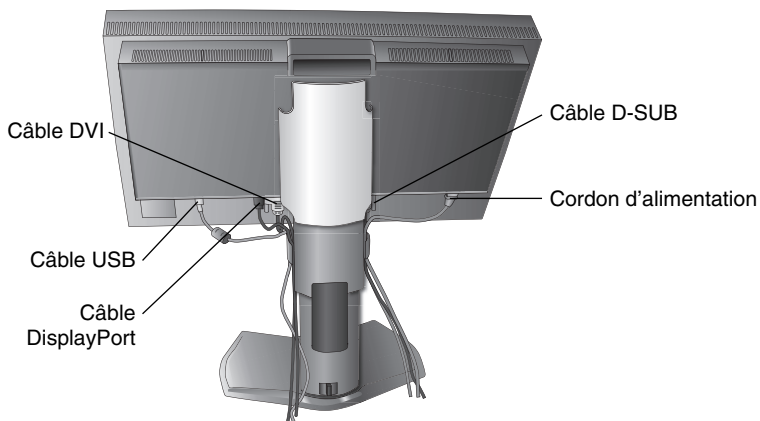
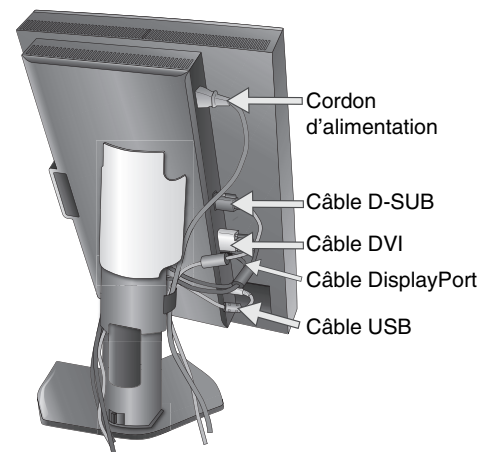

Figure C.2
Figure C.3
5. Pour que les câbles restent bien organisés, disposez-les dans le cache-câbles intégré au support. Placez les câbles dans les crochets fermement et à une distance égale (**Figure C.2 et Figure C.3**).